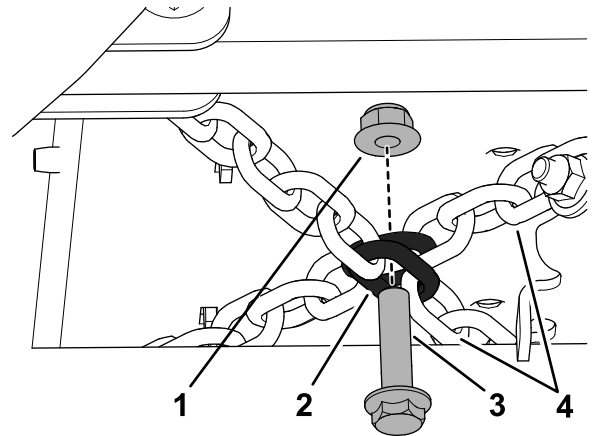

図 15
5. チェーンがクロスしているところ **図 15** で、フランジヘッドボルト3/8 x 1 1/2"とフランジロックナット3/8"でチェーン同士を組み合わせる。